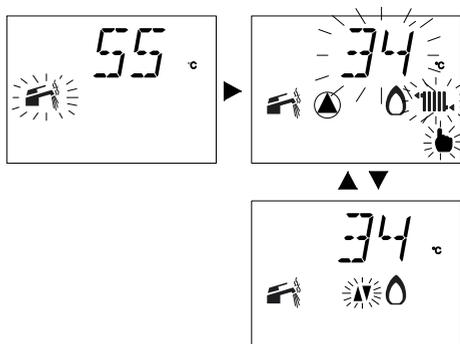

Figura 7.11
- Sul display LCD la variazione è segnalata con l'accensione alternata dei simboli riportati nella Figura 7.11. (Esempio: potenza termica riscaldamento al massimo).